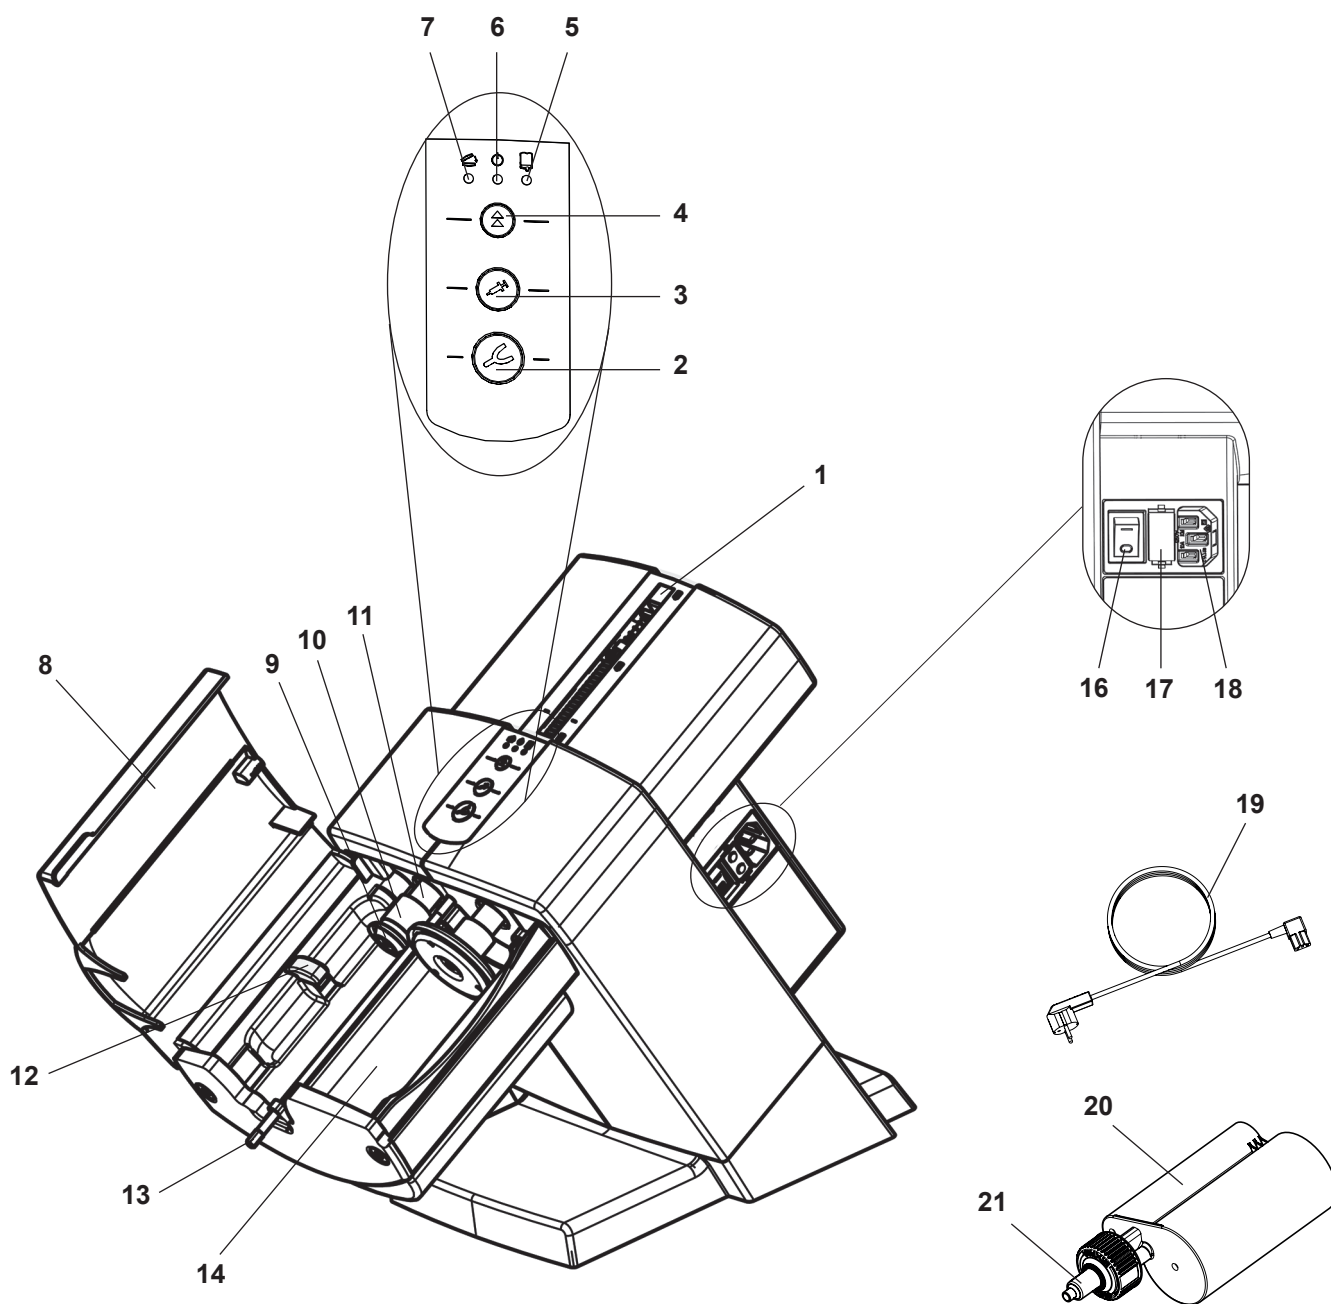

Abb. 1
- ⇒ Mitgeliefertes Netzkabel (19, Abb. 1) in den Netzanschlussstecker (18) einstecken.
- ⇒ Gerät am Netzschalter (16) einschalten.
- ⇒ Geräteklappe (8, Abb. 1) schließen.
- ⇒ Rückfahrtaste (4) drücken.
- ♦ Die Druckteller (9, Abb. 1) fahren bis in die Ausgangsstellung zurück und stoppen dort.
- ⇒ Transportsicherung (23) entfernen.
Das Einlegen, sowie der Wechsel einer Kartusche kann nur erfolgen, wenn sich die zwei Druckteller (9, Abb. 1) in der Ausgangsstellung befinden.
⇒ Gerätekappe (8, Abb. 1) schließen.
⇒ Gerätekappe (8, Abb. 1) öffnen.
Die Gerätekappe lässt sich nur bei korrekt eingelegter Kartusche schließen. Solange die Gerätekappe noch nicht ordnungsgemäß geschlossen ist, leuchtet die rote LED „Gerätekappe offen“ (7, Abb. 1).
- Abformlöffel (2), hohe Auspressgeschwindigkeit oder
- Dispenser (3), niedrige Auspressgeschwindigkeit
- ♦ Der Mischersechskant (13, Abb. 1) beginnt sich zu drehen und fädelt automatisch in die Mischerdüse (21, Abb. 1) ein und stoppt dann wieder.